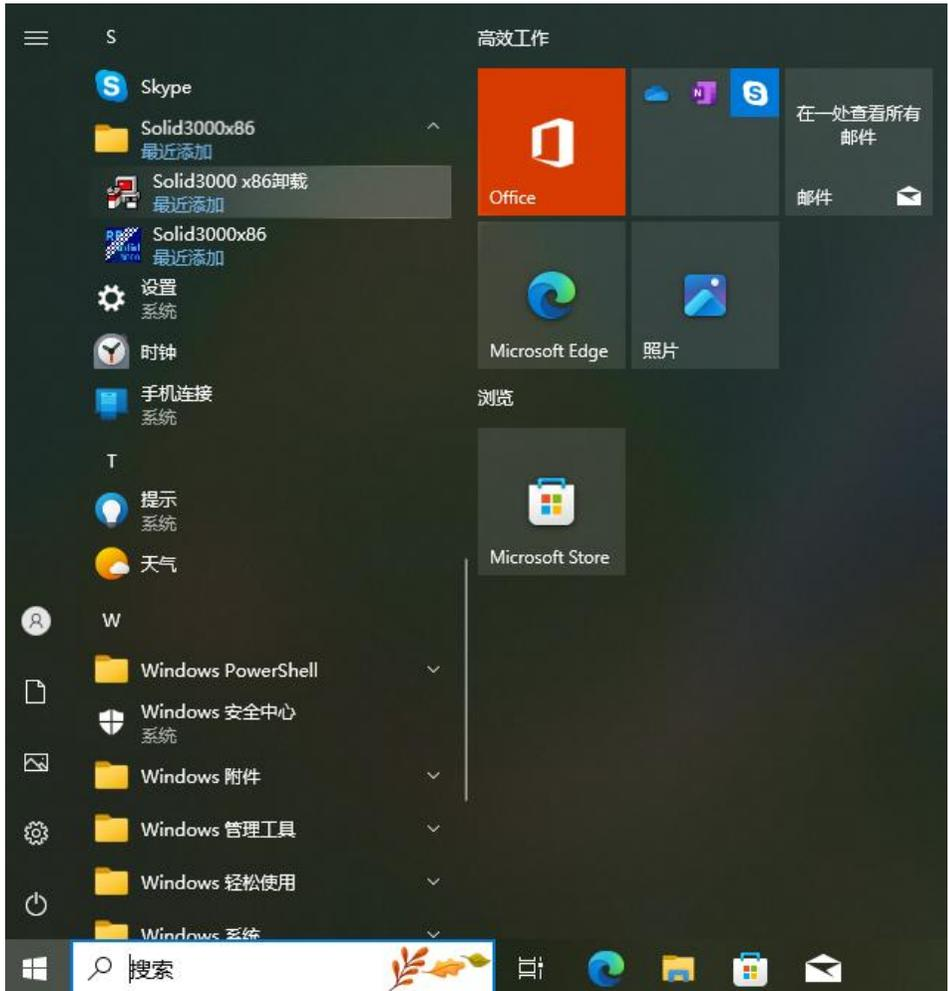

图 1-3 启动瑞风三维 CAD 建模软件（Solid3000）
- 1) 在 Windows 桌面左下角单击“开始”调出启动菜单，选择 Solid3000 项目即可启动瑞风三维 CAD 建模软件（Solid3000）系统，如图 1-3：